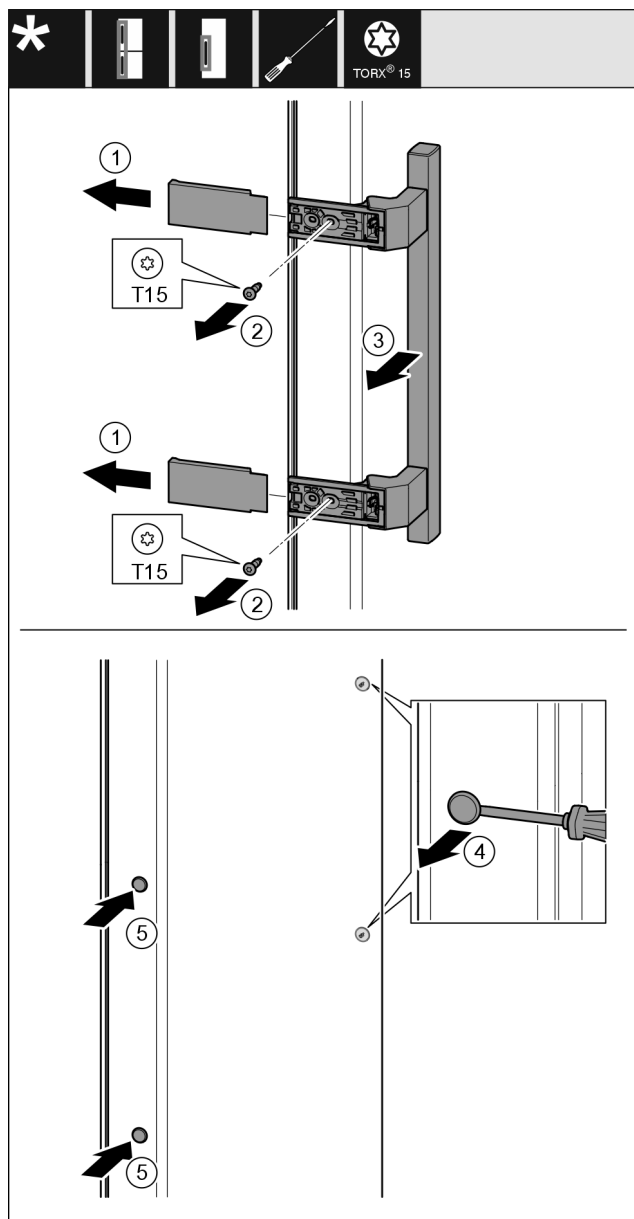

Fig. 18
- Izvucite poklopac Fig. 18 (1).
- Odvijačem odvrnite vijke Fig. 18 (2).
- Skinite ručku Fig. 18 (3).
- Odvijačem s ravnom glavom oprezno podignite bočni čep Fig. 18 (4) i izvucite ga.
- Ponovno umetnite čep Fig. 18 (5) na drugoj strani.